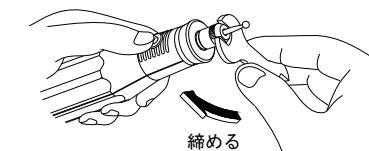

図 4
2. ロックボタンを押し込み回転軸を止め、両口スパナを使いコレットチャックを締め付け、先端ビットのシャフトを固定します。(図4)